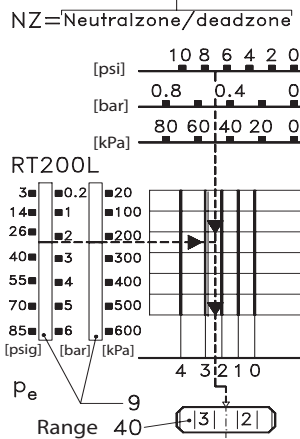

Fig. 2
As shown on the main scale (9), figs. 2, 4, 5 and 7.
As shown on the NZ-scale, figs. 2, 4, 5, 6 and 7.
Fremgår af områdeskalaen (9) fig. 2, 4, 5 og 7.